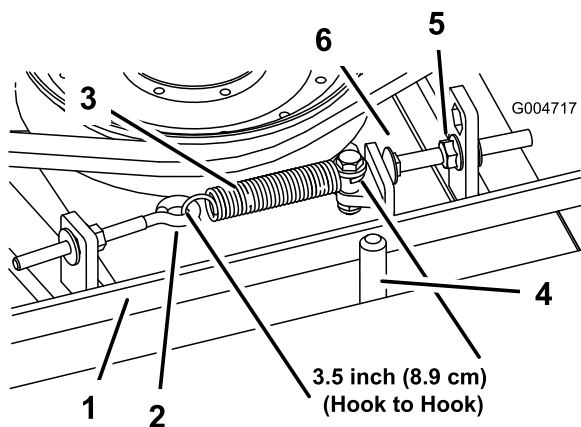

Figure 97
Lorsque le ressort d'extension est correctement tendu, l'intérieur doit mesurer (d'un crochet à l'autre) entre 8,3 et 9,5 cm. Lorsque le ressort est correctement tendu, ajustez le boulon de butée (boulon de carrosserie) jusqu'à obtention d'un jeu d'environ 0,17 à 0,4732 cm entre la tête du boulon et le bras de tension (Figure 97).
Remarque: La courroie doit être placée du côté ressort du guide (Figure 97).
2. Desserrez le boulon à œil pour pouvoir enlever le ressort d'extension (Figure 97).
3. Desserrez l'écrou à embase qui fixe le boulon de butée à la patte de montage, et écartez la poulie de tension de la courroie pour détendre cette dernière (Figure 97).
9. Raccrochez le ressort d'extension (Figure 97) au boulon à œil et tendez la courroie comme suit :